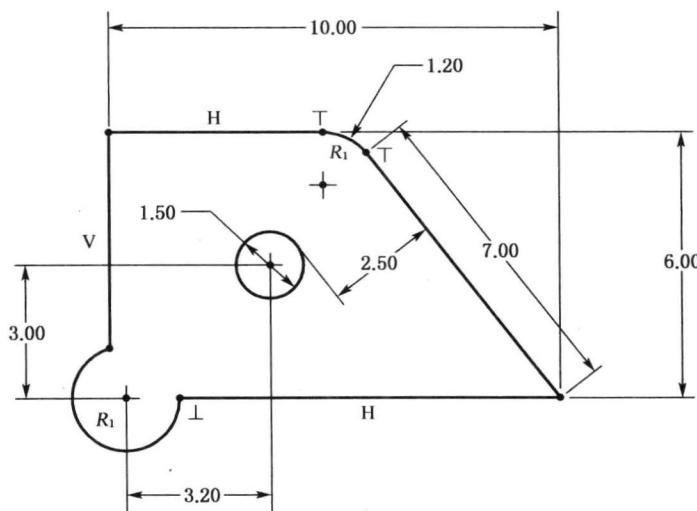
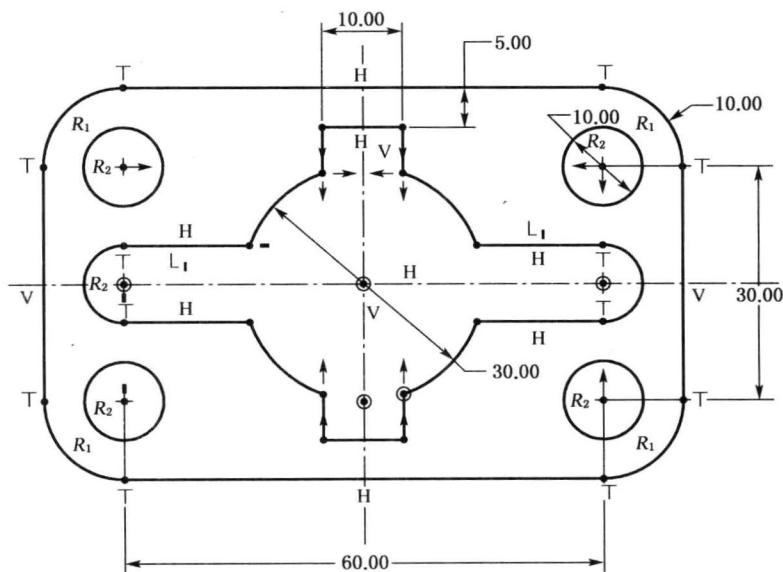

图 2.1 参数化草图绘制(1)
图 2.12 参数化草图绘制(12)
2. 应用二维参数化草图的绘制与尺寸标注的方法和技巧分别完成图 2.1~图 2.12 参数化草图的绘制; 并分别以“ep2-1. prt”~“ep2-12. prt”的名称保存在自己的工作目录下, 以备后续课程的上机实验调用。